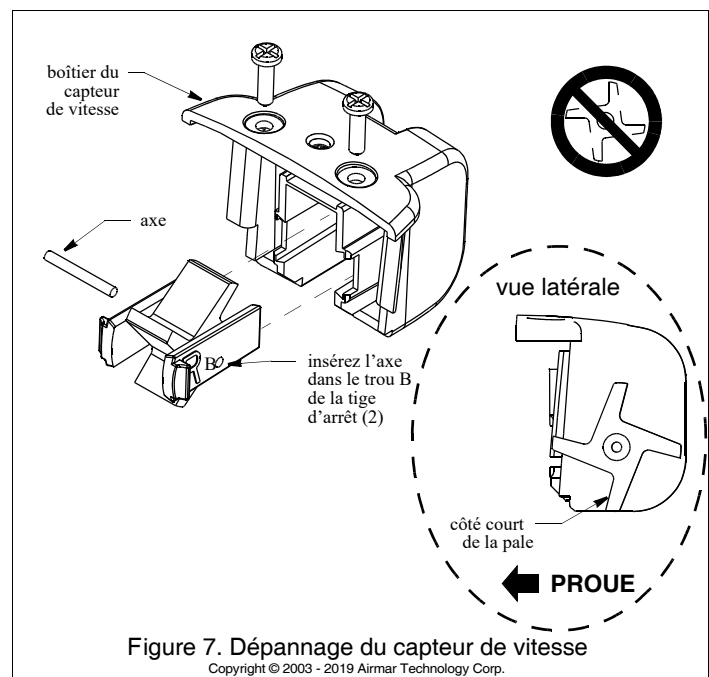

Figure 7. Dépannage du capteur de vitesse
2. La roue à aubes est insérée dans un boîtier sans fixation. Faites glisser le capteur de vitesse avec précaution vers le haut tout en maintenant la roue à aubes dans son boîtier (Figure 7).